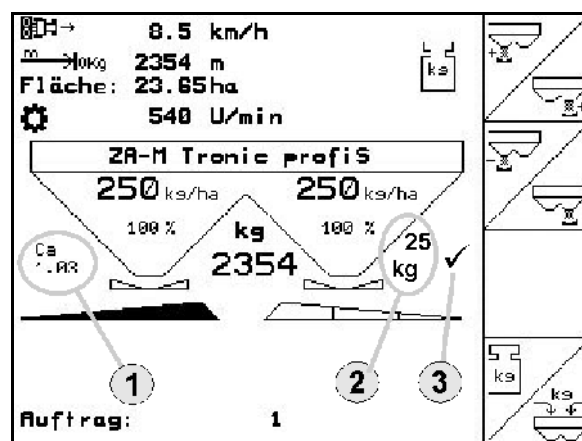

Fig. 38
- La visualización (Fig. 38/1,2,3) desaparece.
- Se continúa la dispersión con el factor de calibrado especificado (Fig. 38/1).